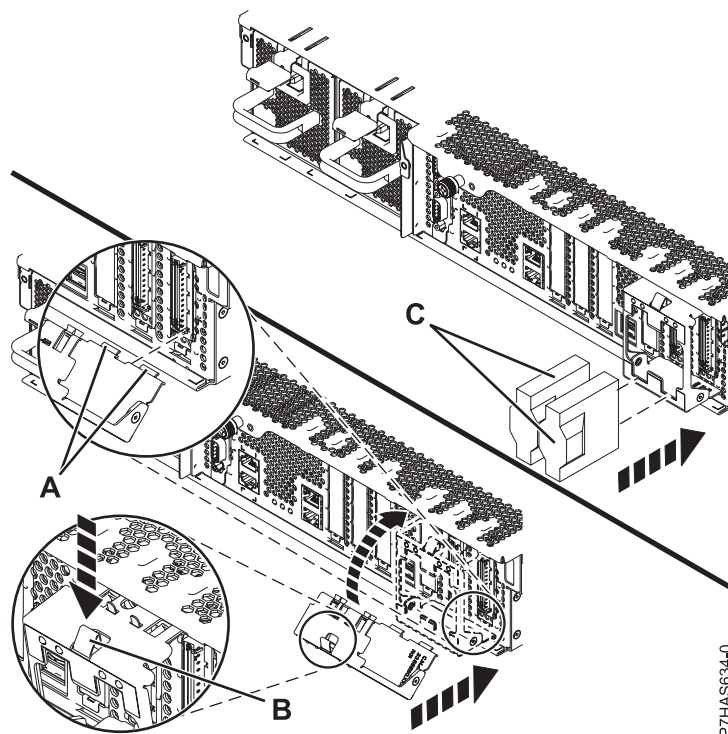

Figure 7. Installation du crochet de fixation de câble
7. Si le crochet de fixation de câble, illustré dans la figure 7 est fourni, effectuez les opérations suivantes :
- a. Afin de bloquer la patte inférieure dans l'emplacement du bloc, inclinez légèrement le support de câble **(A)** (voir la figure 7).